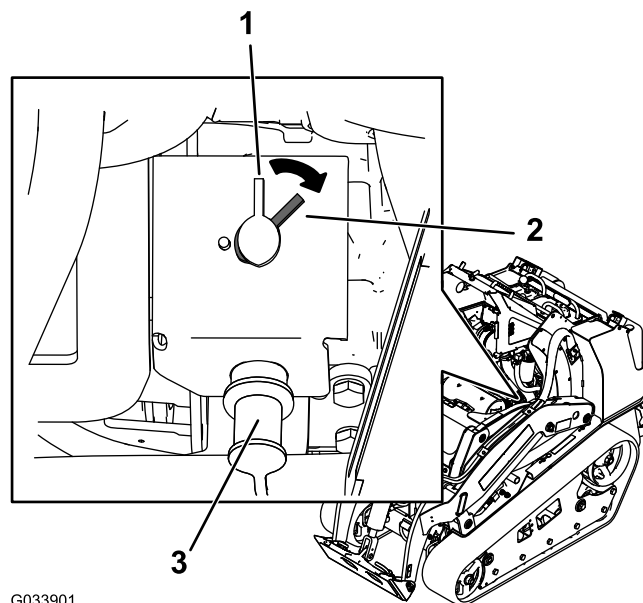

Figure 52
- Pour mettre la machine sous tension, tournez le coupe-batterie dans le sens horaire à la position SOUS TENSION (Figure 52).